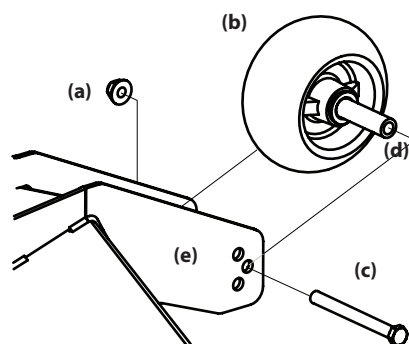

Figure 4-12
2. Retirez l'écrou autobloquant (a) qui sert à retenir la roue antidégonnement avant (b) au plateau de coupe. Enlevez la roue avant (b), le boulon (c) et l'entretoise (d). Voir Figure 4-12.